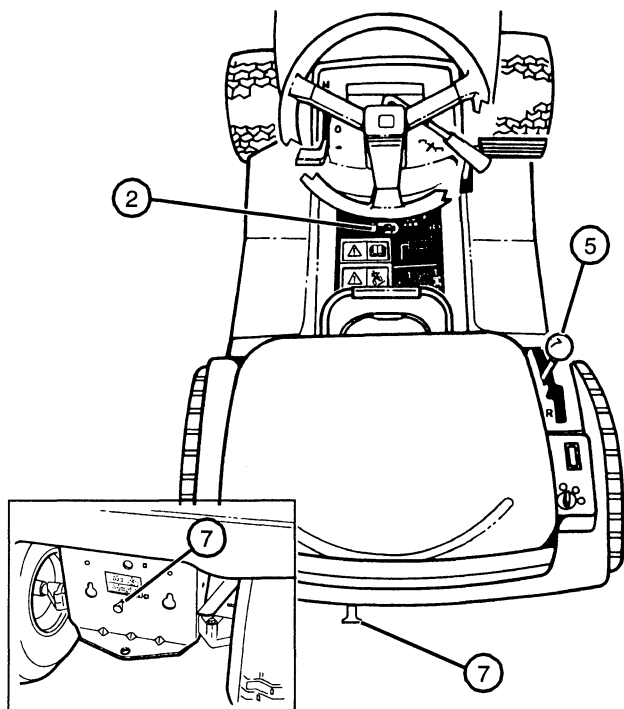

FIGURE 18
- Tirer la molette de roue libre (7) à l'arrière pour débloquent l'arbre de transmission (voir Fig. 18).
- Soit desserrer le frein de stationnement (2), soit placer le levier de transmission hydrostatique (5) au point mort (N).